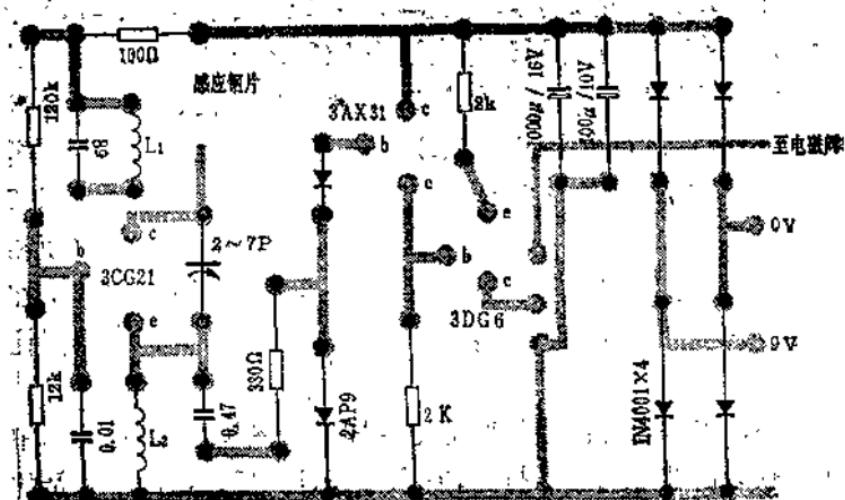
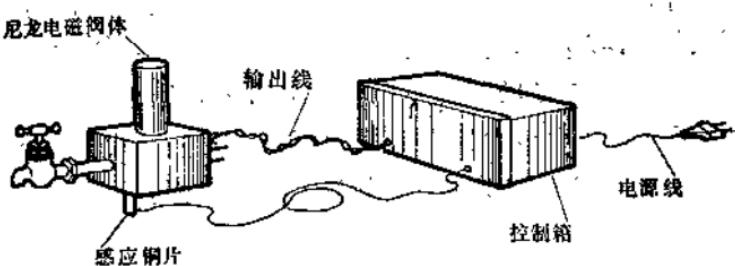

图 1-6 (图1-1的印板图)
图 1-7 自动开关水龙头安装连接图
4. 工作原理:当线圈通电后即产生磁场,吸动尼龙阀中的图(2)铁芯,阀门即打开,有水可通过。反之,由于弹簧的作用力,铁芯将阀门垂直孔封闭,水无法通过,铁芯头上的橡皮起密封作用,以防水在闭合处漏进来。在电磁阀线圈中串联一个二极管,其作用有两点:一是省电,这时电压有效值为原来的0.45,二是提高电磁阀吸合的可靠性,因为交流电磁阀产生的交流磁场,其方向在不断改变,不仅场强会相互抵消,而且会产生很大的交流振动声,而用直流电则无此缺点。图1-6是图1-1的印板图、图1-7是外形图。